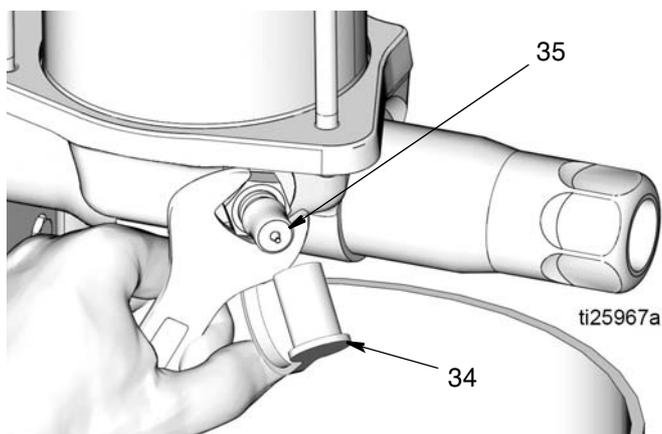

FIG. 12
7. Retire el tapón de llenado (34). Utilice una llave para aflojar y retirar con cuidado el espárrago de llenado (35). (FIG. 12).